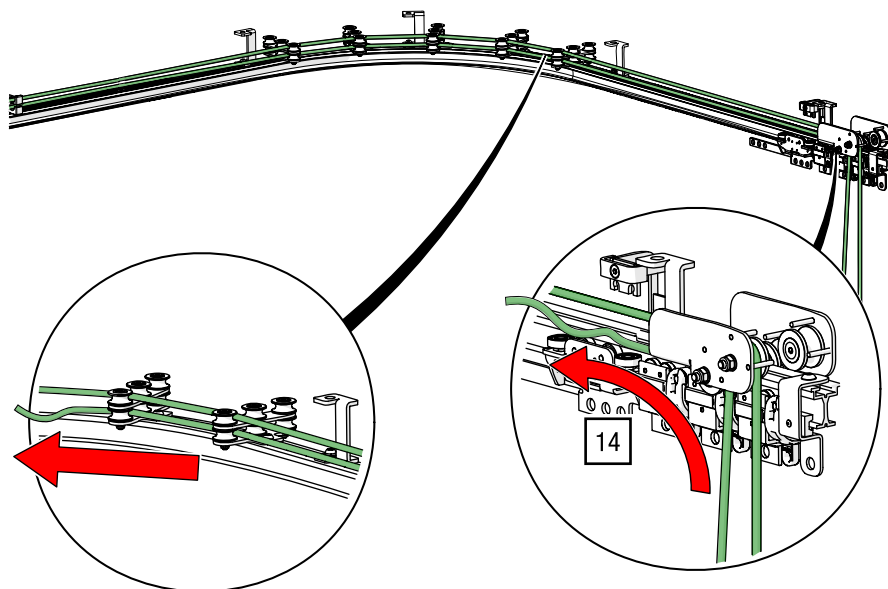

Abb. 112: Doppelt obenliegende Seilführung – Zweites Seilende durch die Ableitrolle und Führungen führen
14. Fädeln Sie das Seil linksseitig durch die Ableitrolle nach oben durch die Seilführungen (siehe Abb. 112).